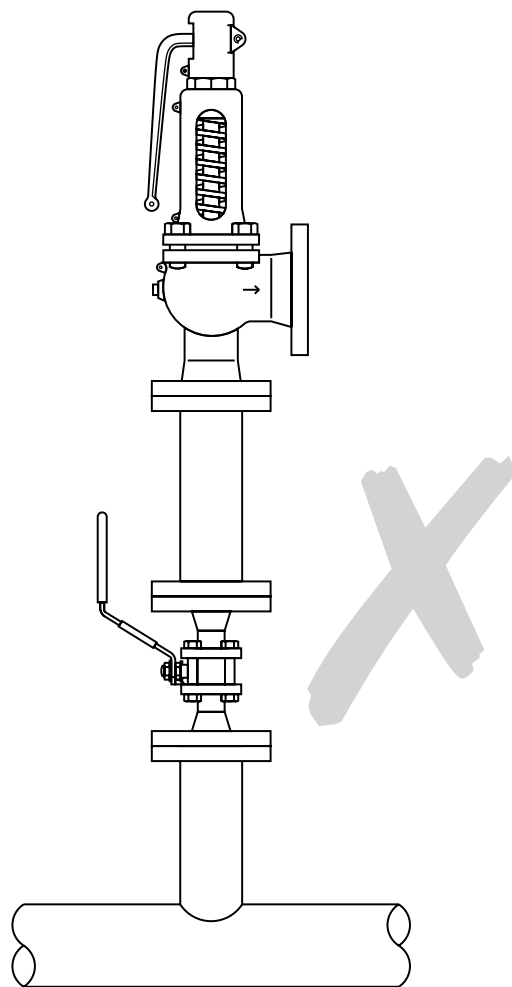

Рис. 4
- c.** На трубопроводе перед предохранительным клапаном не должно быть установлено никаких других клапанов или фитингов (см. рис. 4).